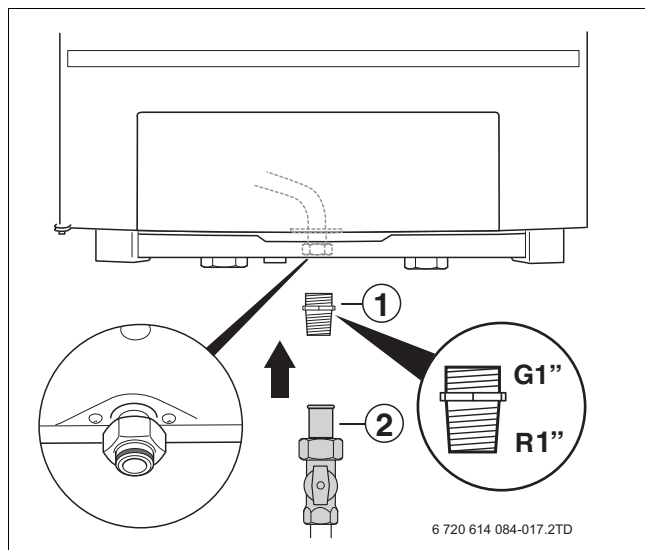

Bild 13 Gasanschluss herstellen
- ▶ Darauf achten, dass die Flachdichtung in der Gasleitung vorhanden ist (→ Lupe Bild 13). Alle Gasleitungen und Kupplungen auf Gasdichtheit überprüfen.
Für die Montage des Gashahns ist ein Anschluß für Gashahn 1" (→ Bild 13, [1]) notwendig. Um zu bestellen, siehe Adresse auf der Rückseite dieses Dokuments.